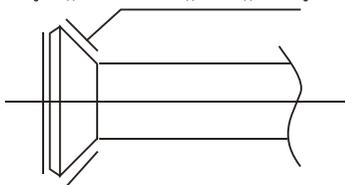

Рис. 13
2. Нанесите на поверхность развальцованной трубы и гаек масло для холодильных установок и заверните вручную, сделав 3–4 оборота перед затяжкой накидных гаек (см. рис. 13).